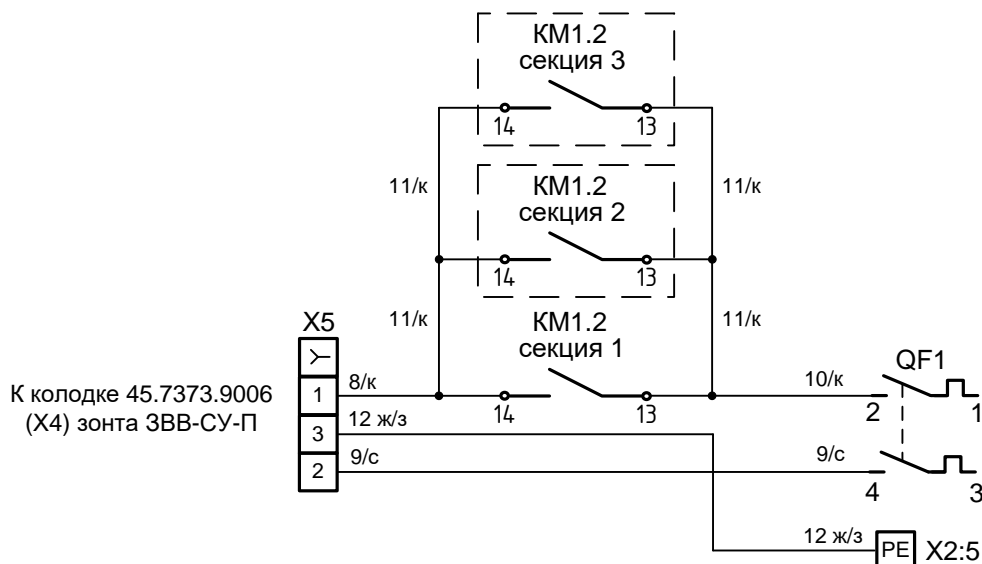

Рис.2 Схема подключения зонта ЗВВ-1500П к верхней секции шкафа ЭШП-1-3-СУ
- провод поз. 8/к подключить: один конец с наконечником гильза к контактору КМ1:14 верхней секции шкафа, а другой конец с наконечником SF2DK (Фз) - к колодке 45.7373.9005 из комплекта согласно рис. 2;
- провод поз. 10/к подключить: один конец к автоматическому выключателю QF1:2, а другой конец - к контактору КМ1:13 верхней секции шкафа согласно рис. 2;
- провод поз. 9/с подключить: один конец с наконечником гильза к автоматическому выключателю QF1:4 верхней секции шкафа, а другой конец с наконечником SF2DK (Фз) - к колодке 45.7373.9005 из комплекта согласно рис. 2;
- провод поз. 12/ж-з подключить: один конец с наконечником гильза к клемме Wago X2:5 верхней секции шкафа, а другой конец с наконечником SF2DK (Фз) - к колодке 45.7373.9005 из комплекта согласно рис. 2;
- провод поз. 11/к подключить: один конец к контактору KM1:13 верхней секции шкафа, а другой конец к контактору KM1:13 средней секции шкафа согласно рис. 2;
- провод поз. 11/к подключить: один конец к контактору KM1:14 верхней секции шкафа, а другой конец к контактору KM1:14 средней секции шкафа согласно рис. 2;
- провод поз. 11/к подключить: один конец к контактору KM1:13 средней секции шкафа, а другой конец к контактору KM1:13 нижней секции шкафа согласно рис. 2;
- провод поз. 11/к подключить: один конец к контактору KM1:14 средней секции шкафа, а другой конец к контактору KM1:14 нижней секции шкафа согласно рис. 2;